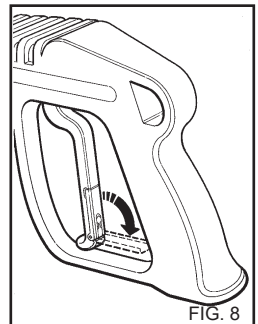

FIG. 8
- Wenn der Hochdruckreiniger nicht benutzt wird, die Sicherheitsvorrichtung am Griff schließen. (Fig. 8)